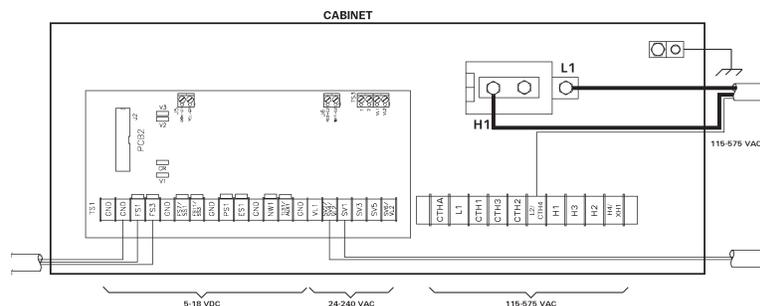

**Figura 4-11.**
**MEJOR** ejemplo esta mostrado en la Figura 4-11. Como se muestra los cables están encaminados en paralelo uno de otro pero en conductos separados *a tierra*. Los conductos aíslan los cables vulnerables y reduce el ruido, pero a menudo, cuando los conductos están corriendo en paralelo, los cables estarán algo desprotegidos del viaje dentro de la distancia del gabinete. Esto podría emparejar algunos picos electromagnéticos dentro del más vulnerable de los circuitos de bajo voltaje.